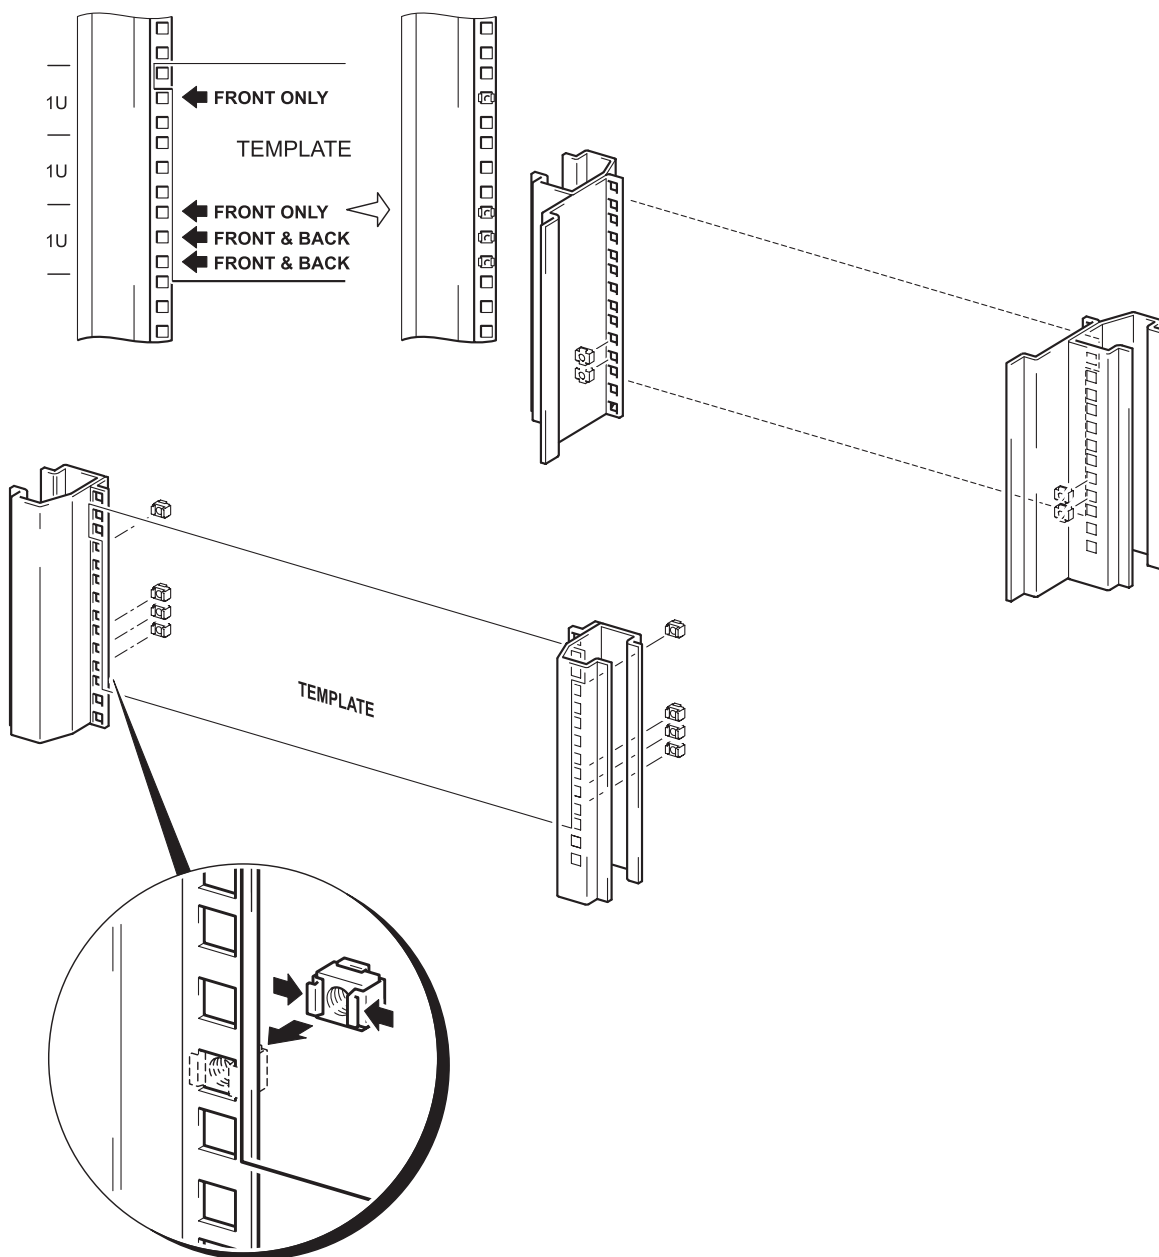

Figure 2b : installation des écrous cage M6 (orifices carrés)
- 3 Placez les huit premiers écrous cage, comme indiqué à la Figure 2b, dans les emplacements signalés par les flèches noires portant la mention "FRONT ONLY" ou "FRONT & BACK" sur le gabarit (quatre écrous cage de chaque côté). Pour cela, exercez une pression sur les côtés de l'écrou cage et insérez-le dans l'orifice carré par l'intérieur de la colonne du rack. Les écrous cage fonctionnent comme des ressorts. Si nécessaire, utilisez la lame d'un tournevis pour les mettre en place.